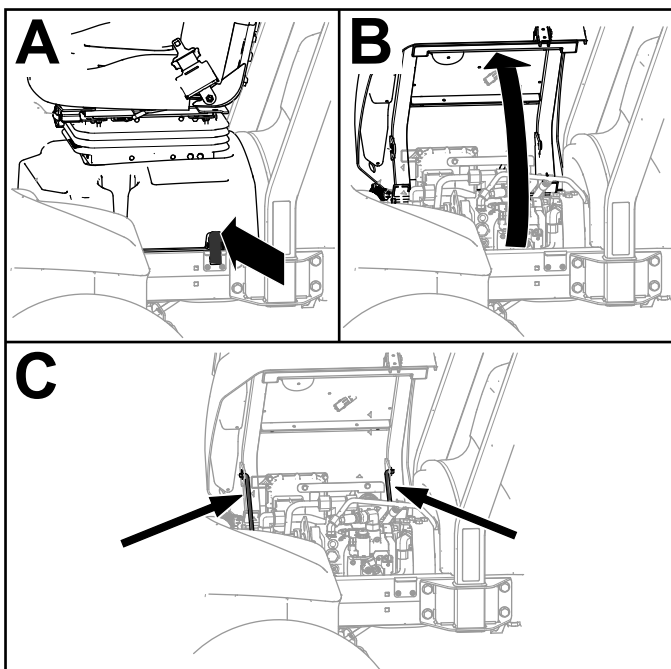

Figura 39
1. Desbloqueie a base do assento (A de Figura 39).
2. Incline o banco e a base para os abrir (B de Figura 39).
3. Apoie-o com as barras de apoio (C de Figura 39).